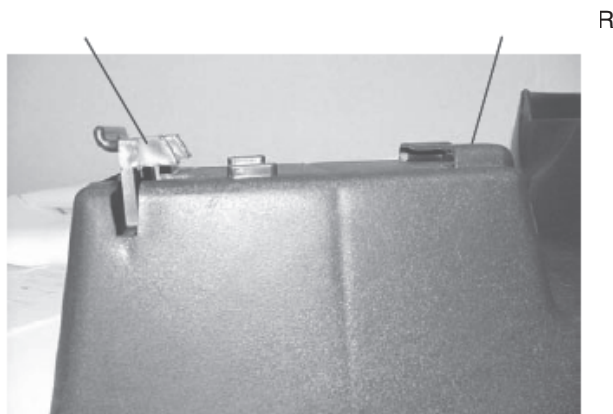
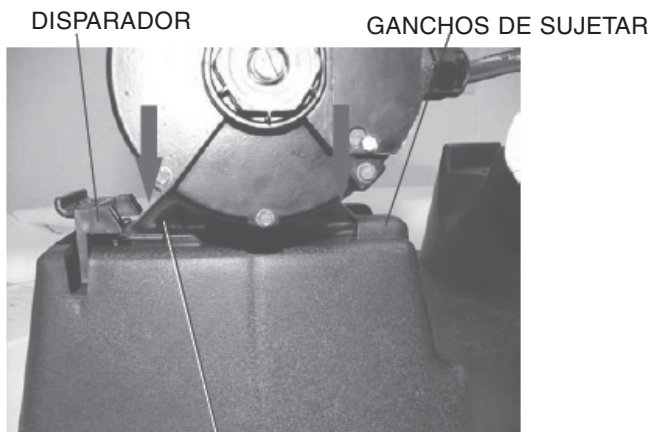
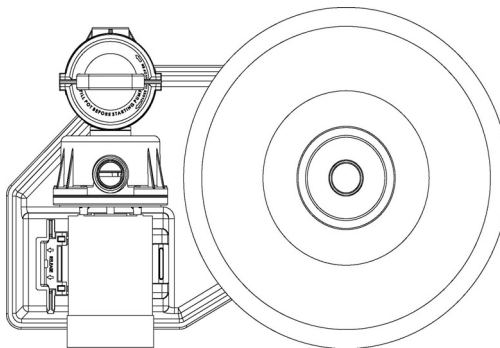

Figura 3.
Figura 4.
Figura 5.
- G Deslize el pie de la Bomba entre el gancho de sujetar y el disparador. Referirse a la Figura 3. Siente la Bomba a través de empujar hacia abajo sobre ella hasta que el gancho de sujetar haga un ruido corto cuando entre en su lugar sobre el pie de la Bomba. Refierase a la Figura 4. La bomba tiene que ser posicionada como es indicado en la Figura 5. Instale y empuje los dos ganchos de sujetar a través de la ranura en el pie de el motor, hacia los dos hoyos en la base cerca de el disparador.